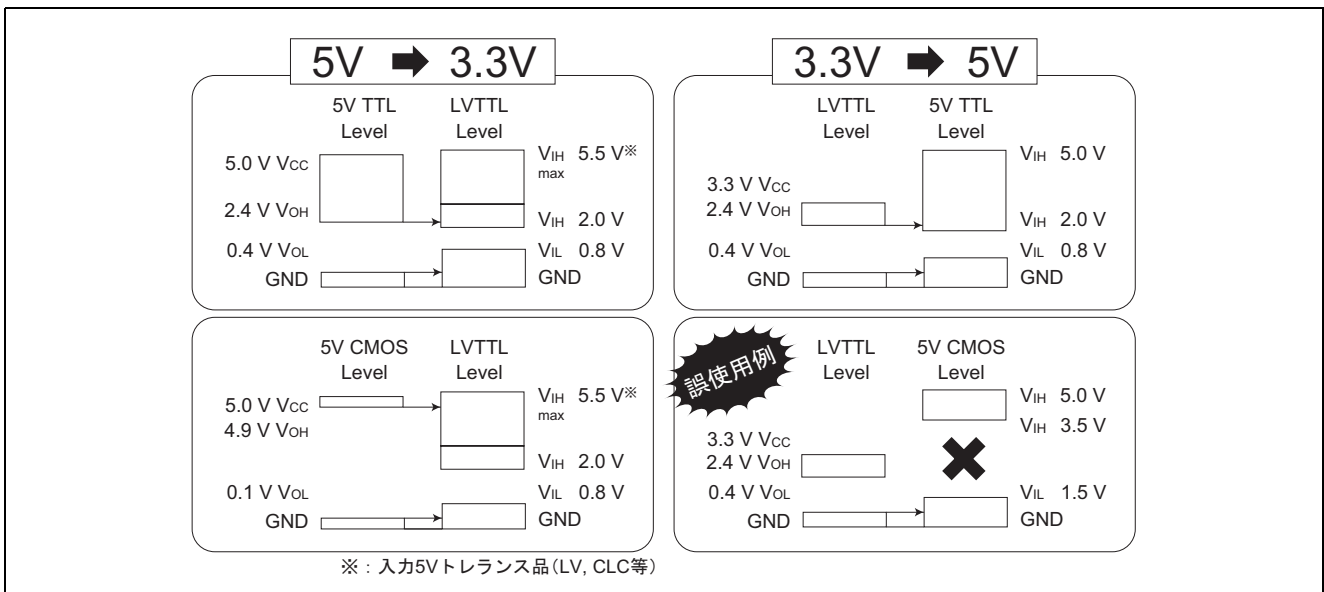

図 4.4 3.3 V - 5 V 電位レベルの比較図
3.3 V で動作する LV-A, LVC シリーズの出力を、5 V 系デバイスで受ける場合は、入力レベルが TTL 入力レベルのデバイスを使用することが必要です。これは 5 V 系 CMOS デバイスの場合、図 4.4 に示すように入力の High レベル  $V_{IH} = 3.5 \text{ V (Min)}$  が要求されるのに対し、LVC の出力 ( $V_{OH} = 2.4 \text{ V} / V_{CC} = 3.0 \text{ V}$  時) が有効レベルに達しないからです。